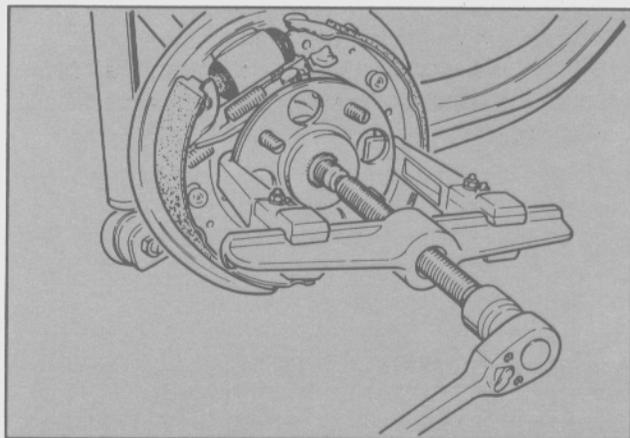

Fig. 18. Extracción de la brida
- Utilizando la herramienta especial T62A-400-BAS retirar la brida del semieje (Fig. 18).